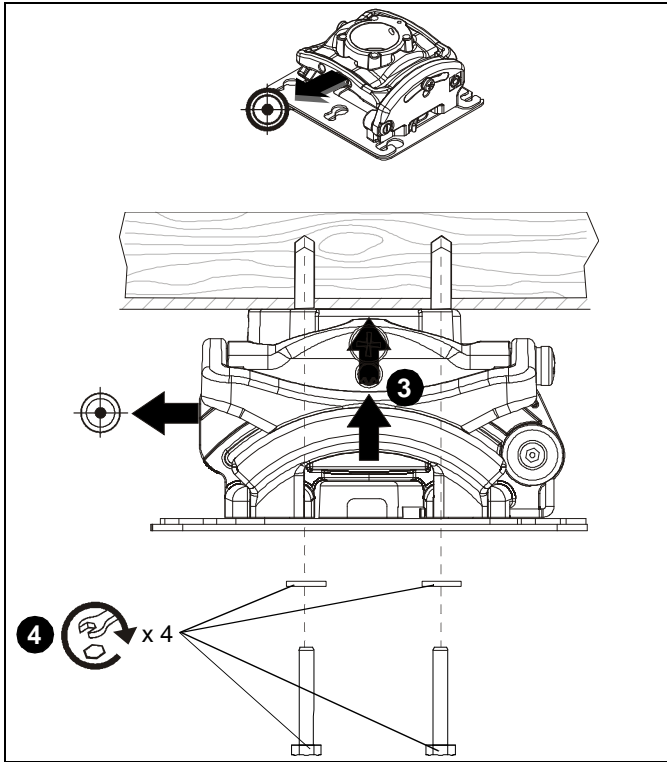

Abb. 7
4. Befestigen Sie die RPME mit vier (nicht mitgelieferten) Nr.10-24 x 3"-Holzschrauben und vier (nicht mitgelieferten) 1/4"-Unterlegscheiben an der Konstruktion. (Siehe Abb. 7)